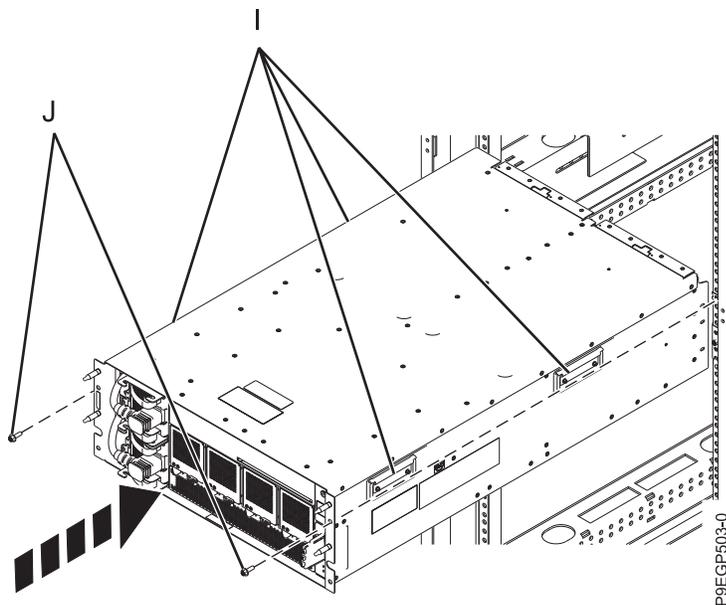

Figura 9. Instalación del cajón en un bastidor
4. Con tres personas, haga que dos de ellas levanten las cuatro asas **(I)**, tal como se muestra en la Figura 9 y que la tercera se coloque delante del cajón para hacer de guía. Levante el cajón y colóquelo sobre la parte frontal de los rieles.
6. Coloque los dos tornillos de fijación M5 **(J)** en el cajón y en los clips de tuerca de los rieles de la derecha y de la izquierda. Consulte la Figura 9.